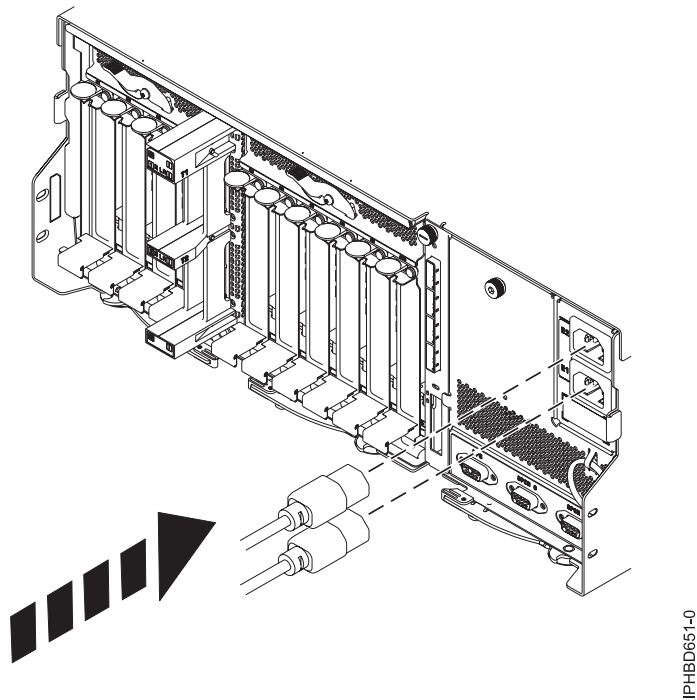

Figure 30. Raccordement des câbles d'alimentation à l'arrière de l'unité d'extension
7. A l'arrière de l'unité d'extension, branchez les deux câbles d'alimentation, comme illustré à la figure 30.